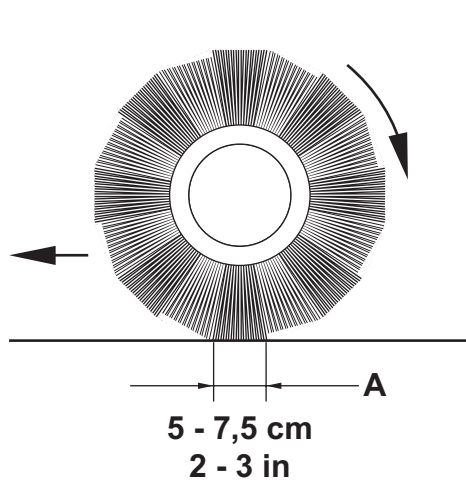

Figure 4
8. Répéter les points de 2 a à 7 jusqu'à ce que la trace de nettoyage ait la largeur indiquée dans la figure 4.